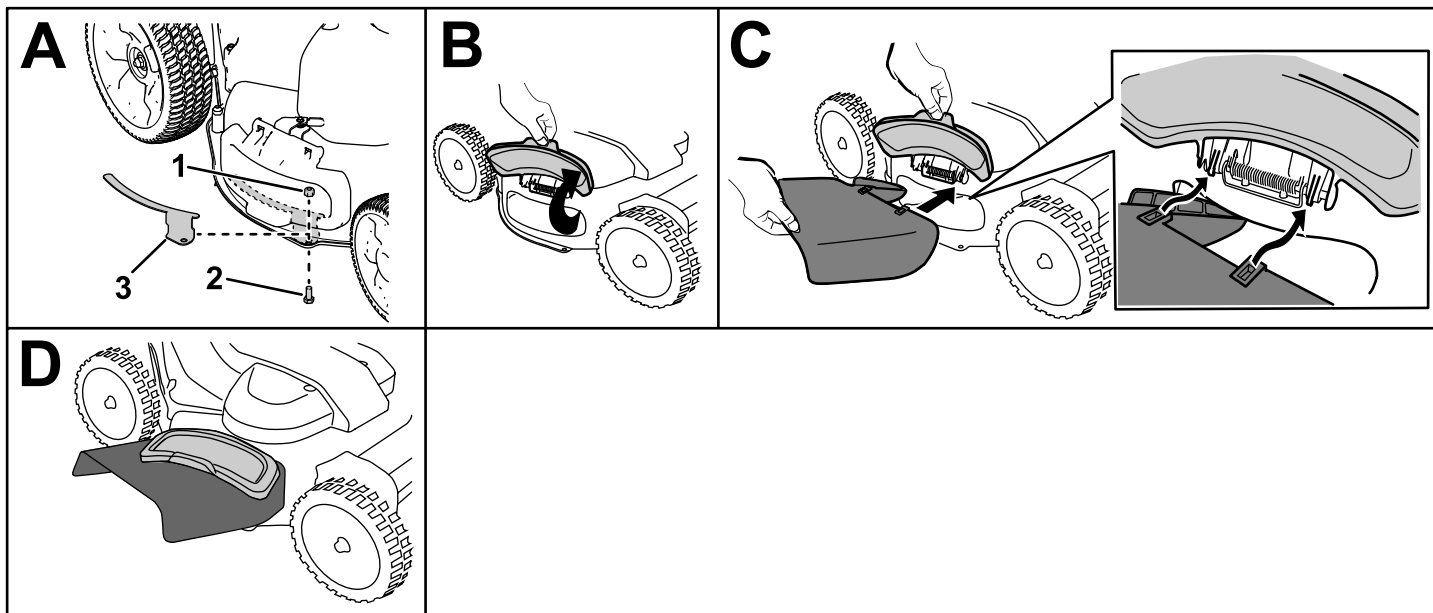

Figura 19
1. Retire el soporte y las fijaciones del deflector de descarga lateral (Figura 19, A).
2. Levante el deflector de descarga lateral (Figura 19, B).
3. Instale el conducto de descarga lateral y cierre el deflector sobre el conducto (Figura 19, C, y D).
Importante: Instale el soporte del deflector cuando no utiliza el conducto de descarga lateral (Figura 19, A)